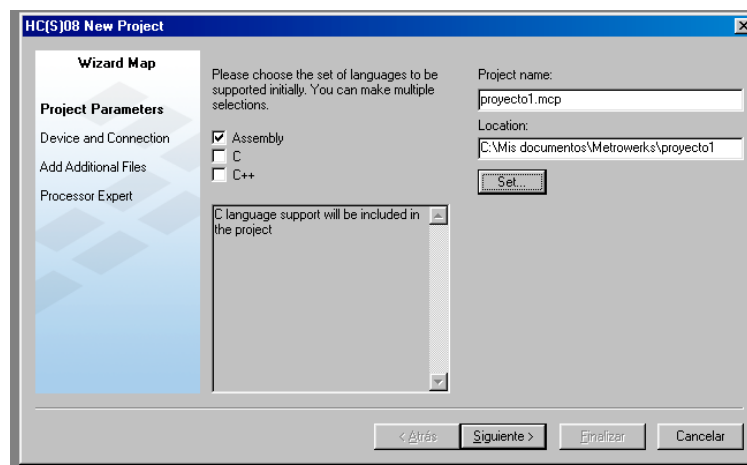

Figura 2.- Pantalla de configuración del proyecto.
2) Se ingresará en la pantalla de configuración del proyecto donde elijeremos generación de lenguaje **ASSEMBLY**, y nombraremos a nuestro proyecto con el nombre “**proyecto1.mcp**”, según se puede ver en la **figura 2**.